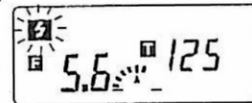

Fig. 26
- Si l'éclair est déclenché, le L-308BII capte la lumière de flash et affiche une valeur F (Fig. 26). Après avoir déclenché, le mode de stand-by se maintient pendant une autre période de 90 secondes. On peut répéter la mesure tant que la marque clignote.